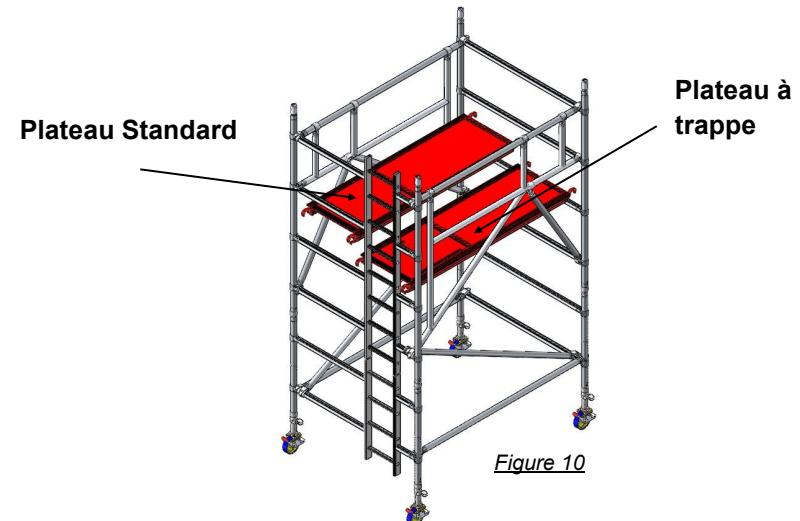

Figure 10
6. Depuis l'intérieur de l'échafaudage, placer les plateaux (cf. Figure 10). Placer le plateau muni d'une trappe (trappe côté échelle) sur le 4ème barreau de sorte que le jour entre les deux plateaux soit le plus faible possible. Une fois que le plateau est positionné, placer le second (plateau standard sans trappe) contre le plateau à trappe. Une fois que les plateaux sont posés sur les barreaux des cadres, verrouiller chaque plateau sur les barreaux grâce aux 2 crochets anti-soulèvement situés sous chaque plateau.